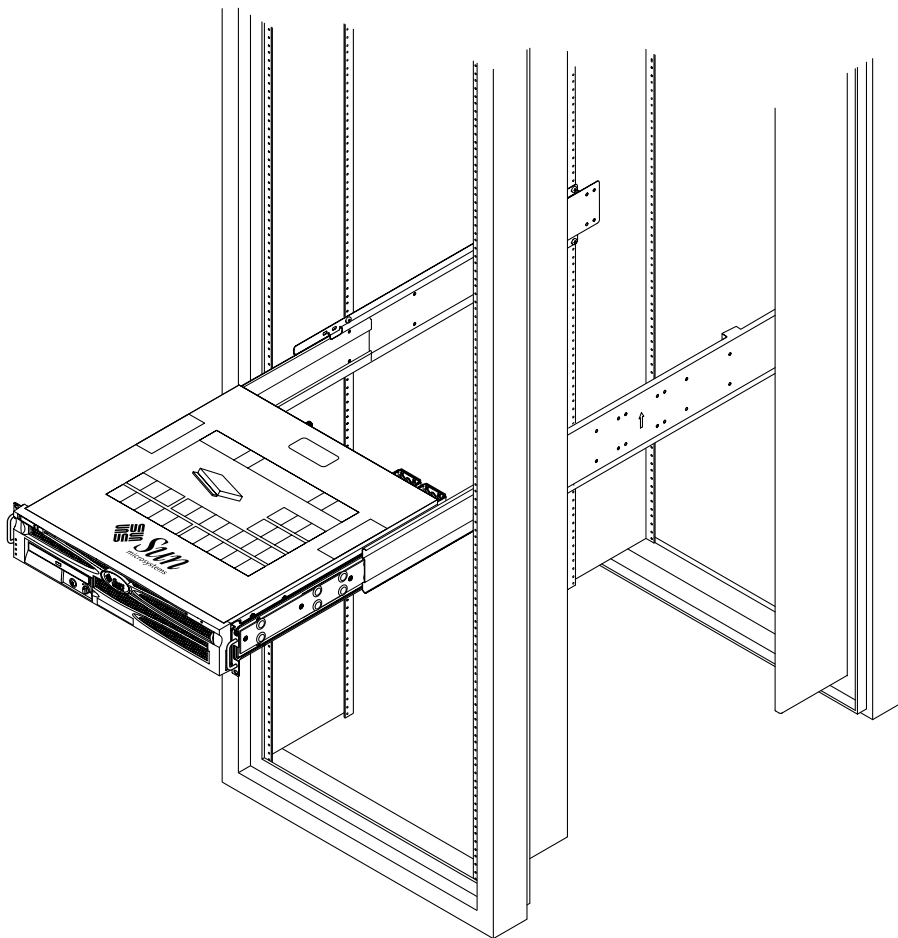

BILD 3-12 Skjut in servern i racket
14. Tryck in knapparna på skensatsen och skjut in servern på plats i racket (BILD 3-12).